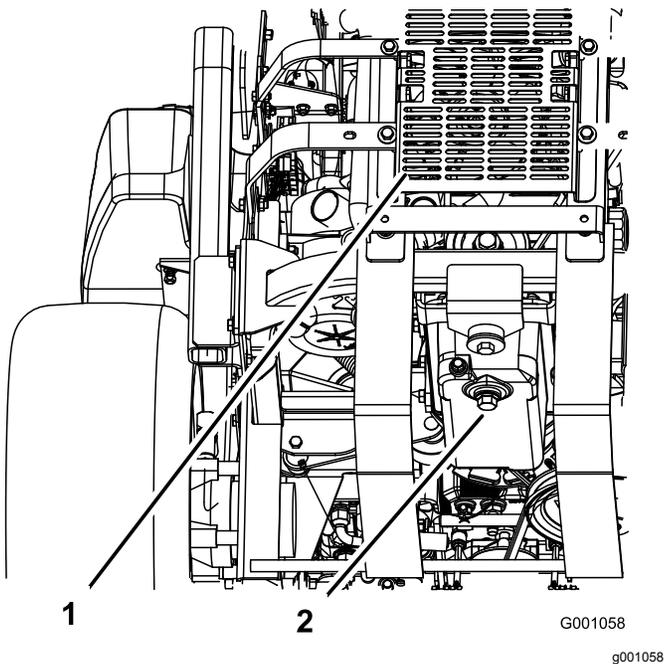

Bild 62
5. Stellen Sie eine Auffangwanne unter die Ölablassschraube. Entfernen Sie die Ablassschraube (Bild 62) und lassen das Öl vollständig ablaufen.